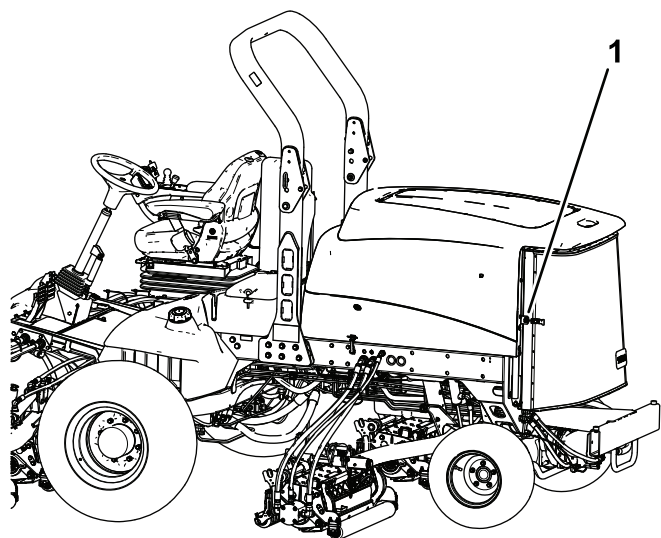

Рисунок 115
2. Откройте защелку и откиньте заднюю решетку (Рисунок 115).